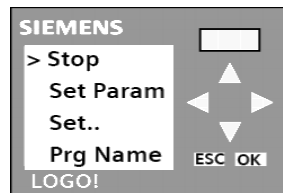

Figura 31. Menú para detener el programa o setear parámetros.
35. Presione el botón **ESC**, se mostrará la pantalla de la Figura 31, ubique el cursor ">" mediante los botones arriba o abajo ▲ ▼ en la opción **Stop** y presione el botón **OK**, luego en la opción **Si** para confirmar que si se quiere detener el programa, presione de nuevo **OK** y esta vez si verá el menú de la Figura 32.
36. En el menú que se muestra en la Figura 31, con el botón ▼ baje entre las opciones hasta pasar a la siguiente pantalla donde está la opción **Red..**